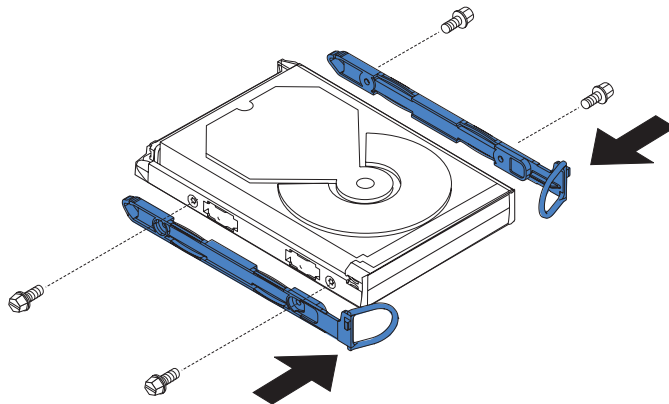

図 92. SAN ボリューム・コントローラー 2145-4F2 ディスク・ドライブへのレールの取り付け
2. 新しいディスク・ドライブに同梱のレールとねじを見つけて、図 92に示すように、レールをディスク・ドライブに取り付けます。